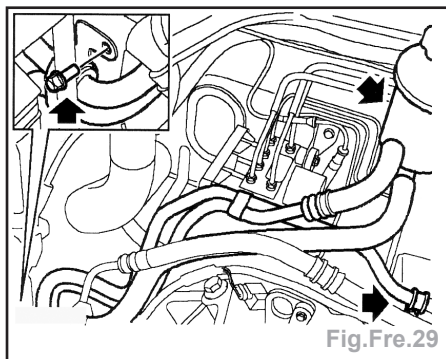

Fig.Fre.29
- Déposer les 2 boulons maintenant les tuyaux du refroidisseur de liquide de direction assistée (Fig.Fre.29).